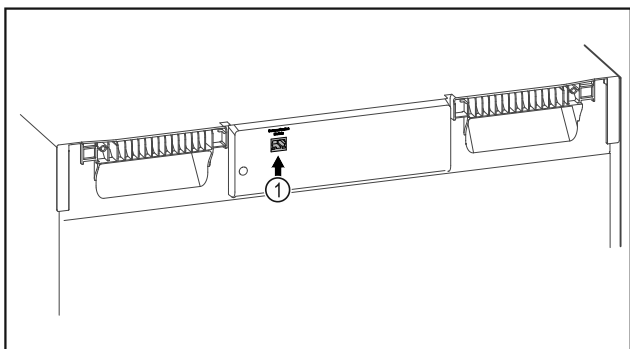

Fig. 149
- SmartModule Fig. 149 (1) è inserito.